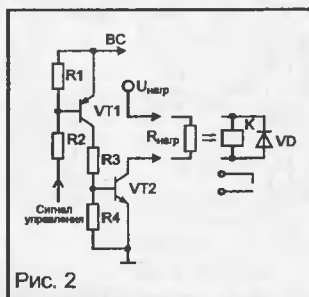

Рис. 2
собность и должен быть согласован с нагревателем. Один из вариантов такого схемного решения показан на рис. 2. Усиления по току транзисторов VT1 и VT2 (которое может достигать нескольких тысяч) достаточно для включения резистивного нагревателя ($R_{нагр}$) или катушки реле (K), которое может управлять еще более мощным устройством (например, циркуляционными насосами).